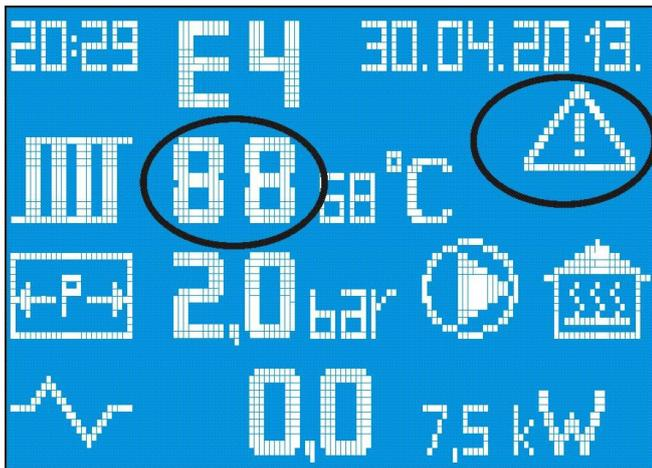

Figure 20 Avertissements liés à la température -
- Lorsque la température du système est inférieure à 5°C ou supérieure à 80°C la valeur de la température se met à clignoter, le symbole du triangle d'avertissement apparait et clignote continuellement, ainsi que le code d'avertissement (figure 20).